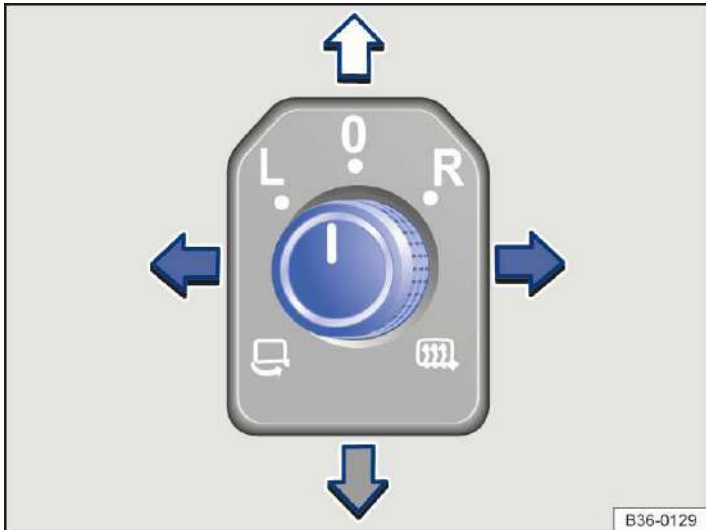

Abb. 1 In der Fahrertür: Drehknopf für die Außenspiegel.
2. Drehknopf in der Fahrertür auf das gewünschte Symbol drehen → *Abb. 1*.